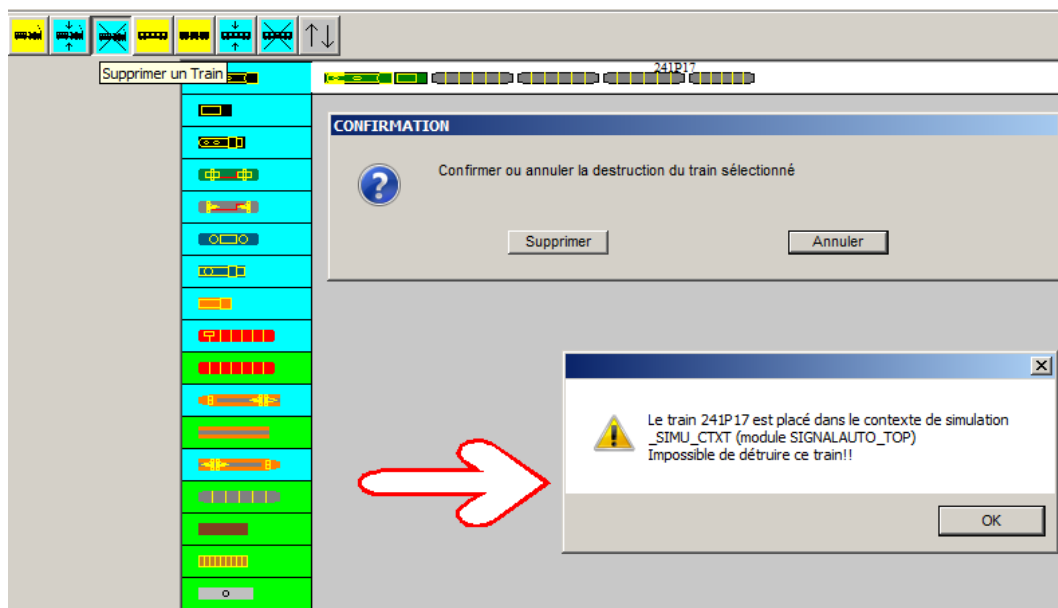

Figure TRN-09 Supprimer un TRAIN.
- **Suppression d'un train** (figure TRN-09):